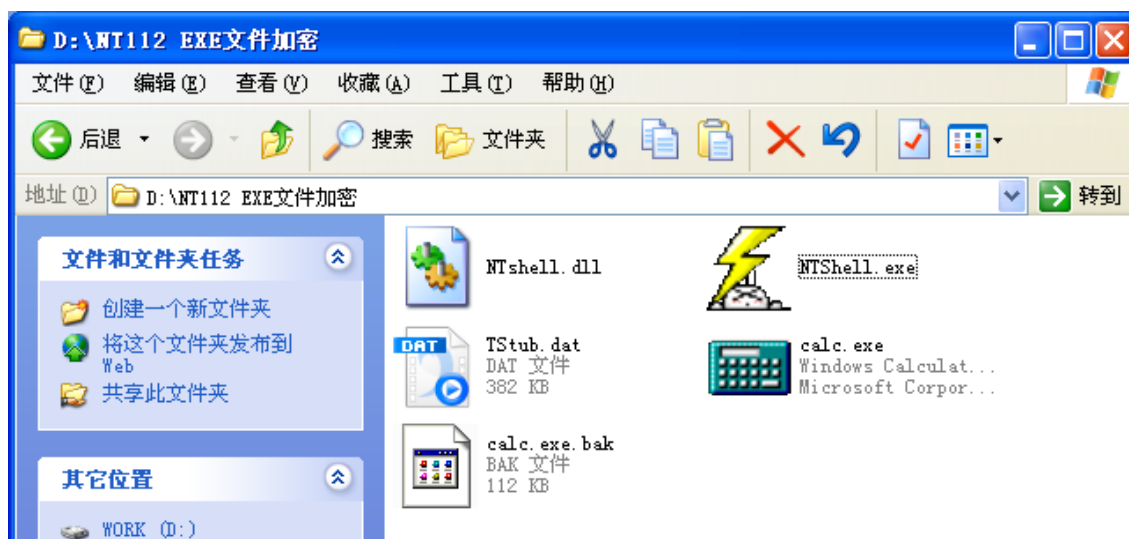

图 7.11 EXE 文件加密结果
8. 最后单击“开始加密”按钮,即可对选中的EXE文件进行加密,结果参考如图 7.11 所示。其中, calc.exe文件是加密后的文件; calc.exe.bak为没加密的EXE文件的备份。